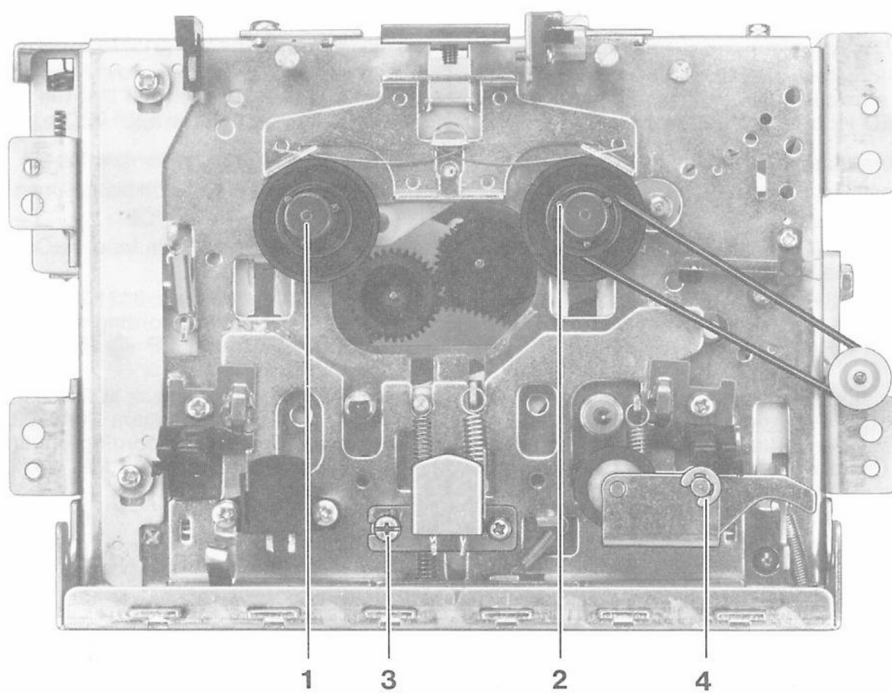

Fig. 5
- Sicherungsscheibe 4, Fig. 5, entfernen und Andruckrolleneinheit abziehen.
- Kunststoffkappen 1, 2, Fig. 5 abhebeln und Wickelteller abziehen.
- Remove retainer washer 4, Fig. 5 and withdraw the rubber pinch roller.
- Disassemble the unit in acc. with item 1 and 2.
- Slowly lift the plastic caps 1, 2, Fig. 5 and withdraw the spindles.
- b) Mit der Justierschraube 3, Fig. 5, die Ausgangspegel beider Kanäle auf Maximum einstellen.
- c) 333 (315) Hz/0 dB – Aufzeichnung abspielen.
- d) Mit den Potentiometern AVR101 (L) bzw. AVR 201 (R) an MP ① (L) bzw. MP ② (R) 580 mV einstellen.
- b) Adjust the output levels of both channels to maximum by means of the adjustment screw 3, Fig. 5.
- c) Playback the 333 (315) Hz/0 dB reference tape.
- d) Adjust 580 mV on MP ① (L) and MP ② (R) by means of potentiometers AVR 101 (L) and AVR 201 (R).